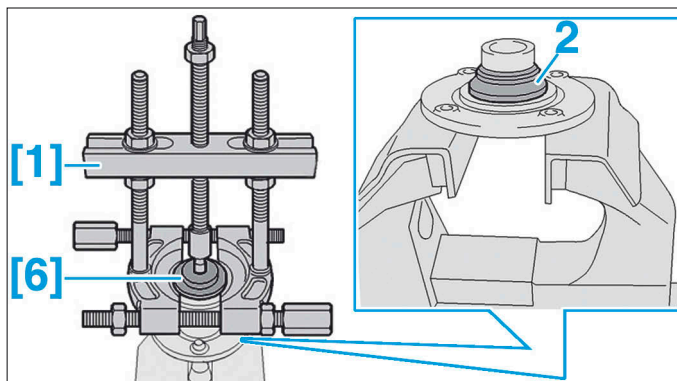

FIG. 24
- Mettre en place les outils [6] et [1] (Fig.24).
- Extraire la cage intérieure (2) du roulement.